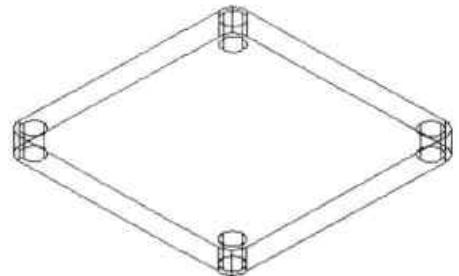

图13-52 镜像圆柱体
**Step05** 按照同样的方法，将镜像后的圆柱体以YZ平面进行镜像，如图13-52所示。